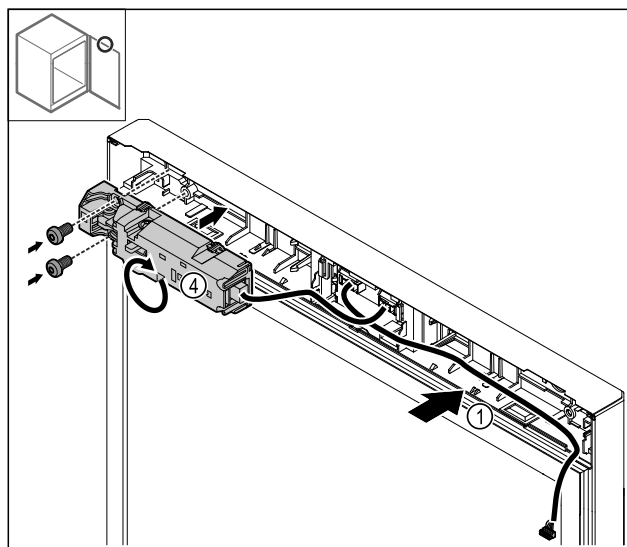

Fig. 25
- Položte kabel Fig. 25 (1) na protilehlou stranu.